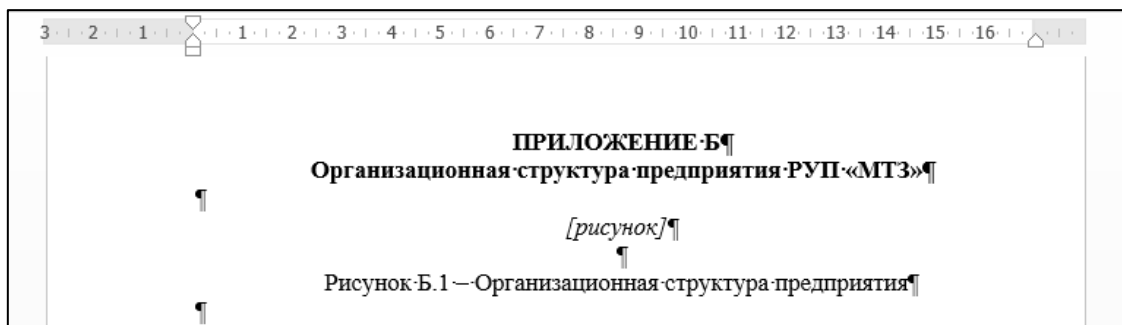

Рисунок 2.11 – Пример оформления рисунка в приложении
2) рисунок в приложении (рисунок 2.11);